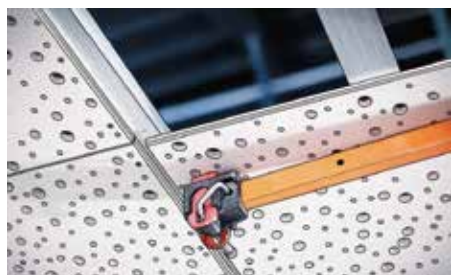

Figura 2
- Utilizzare il bordo delle lastre Gyproc Rigitone® Edge Activ'Air® per regolare l'accostamento delle lastre le une alle altre, ottenendo un corretto allineamento della loro foratura. Mantenere uno spazio da 3 a 4 mm tra le lastre poste sul perimetro, per consentire un corretto allineamento della foratura ed un perfetto trattamento dei giunti (Figura 2).